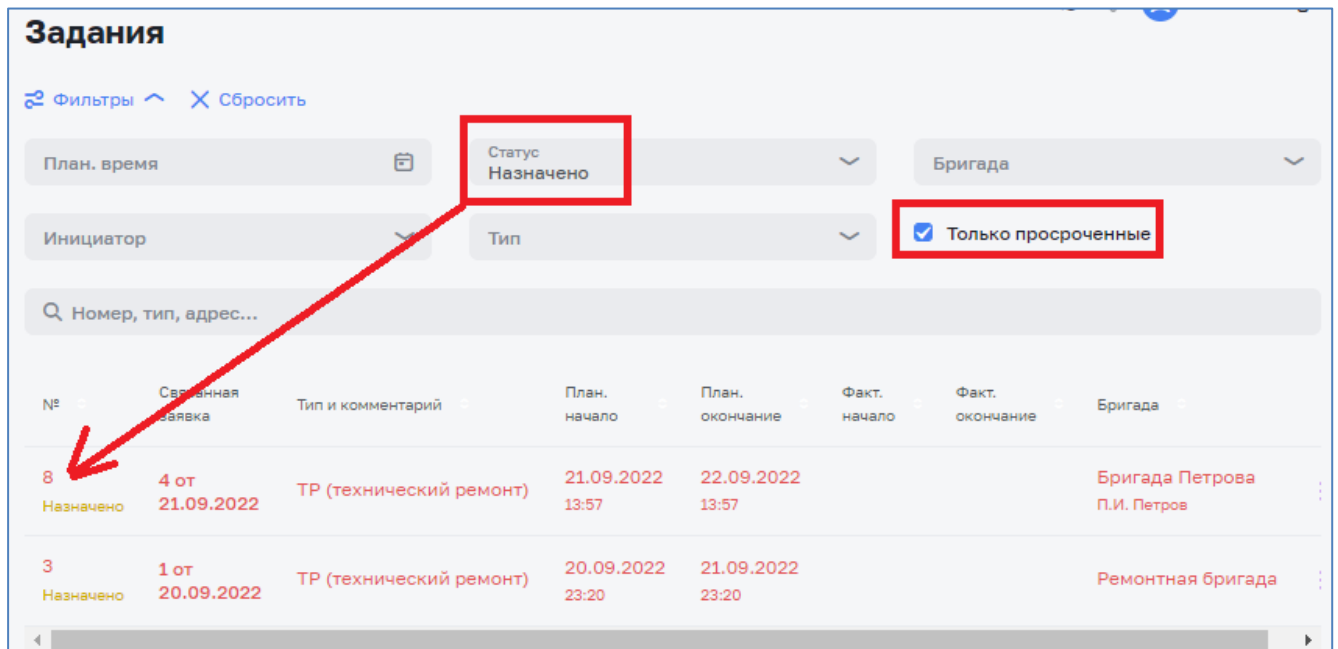

Рисунок 85 – Фильтрация заданий
- Кнопка «Фильтры» для фильтрации списка заданий путем установки критериев фильтрации (Рисунок 85).